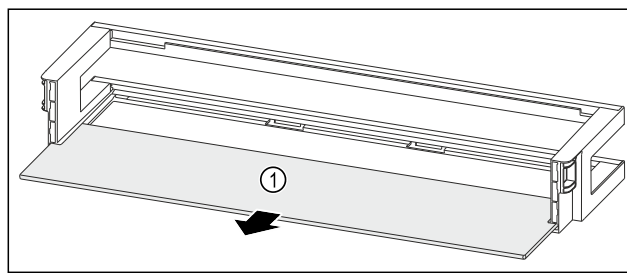

Fig. 64 Ajtópolc tárolólappal
- Vegye ki a tárolólapot Fig. 64 (1).